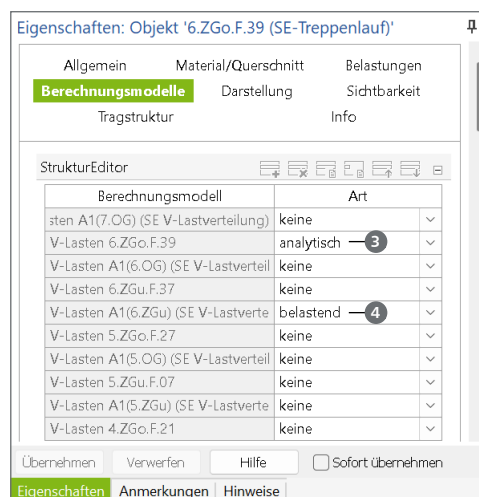

Bild 4. Unterschiedliche Arten der Verwendung bei SE-Treppen
Bei den Strukturelementen der Treppen ergibt sich ein leicht abweichendes Vorgehen. Bild 4 zeigt die Eigenschaften des Treppenlaufes „F.39“. Für die Ermittlung der Lagerreaktionen wird das Strukturelement als „analytisch“ ③ verwendet, während es für die Berechnung des Zwischenpodestes als „belastend“ ④ definiert ist.